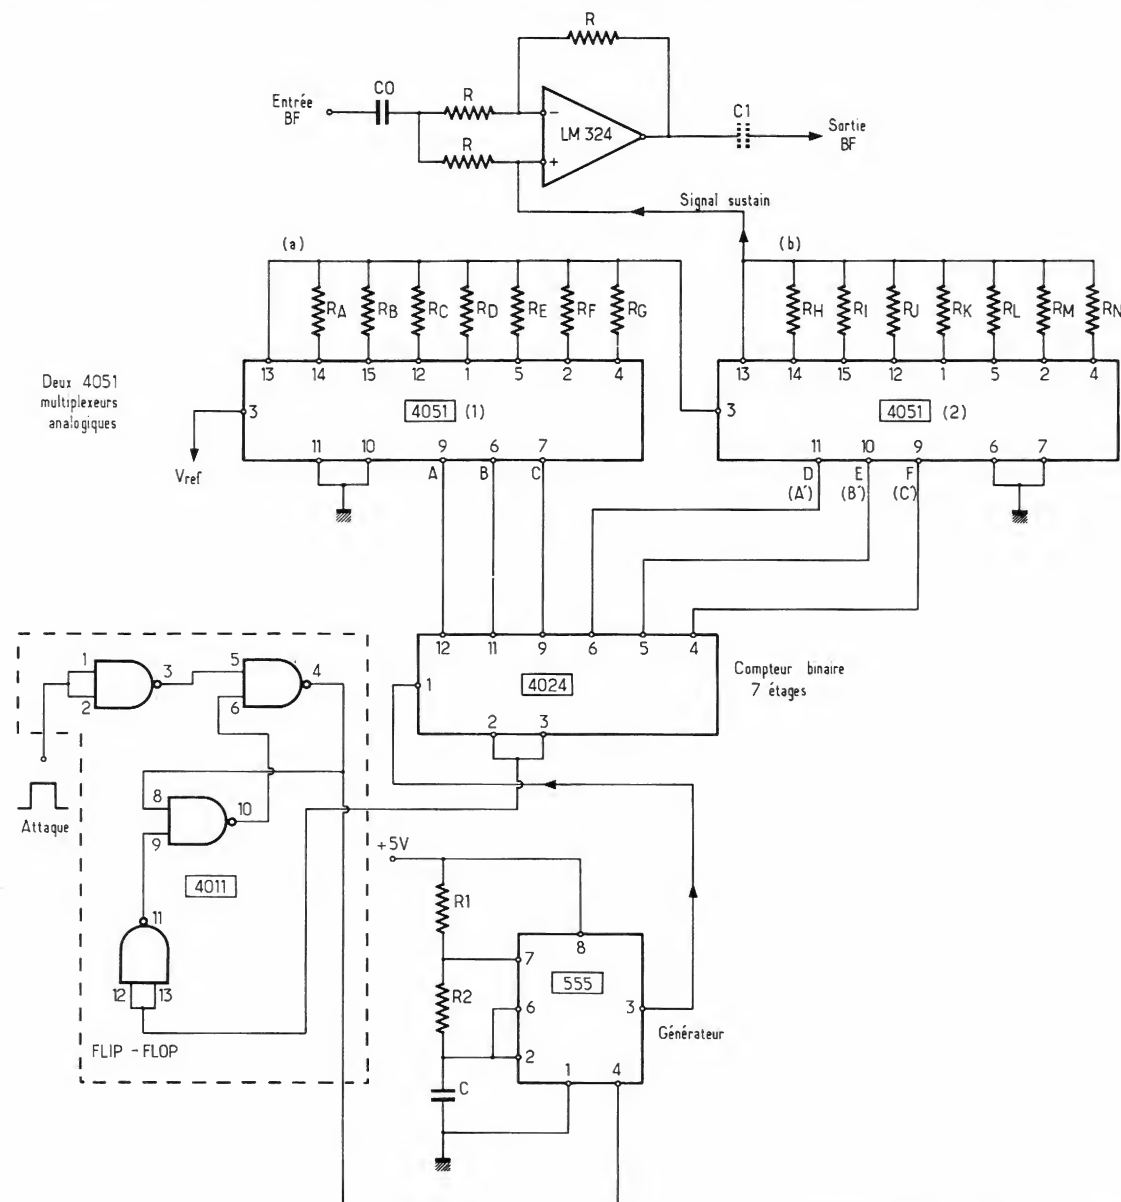

Fig. 1
Voici à la **figure 1** un schéma de générateur d'enveloppe proposé dans Electronics (28 septembre par Ken Dugan). Ce générateur permet de transformer un son d'intensité constante, comme celui d'un carillon, en un son d'intensité variable, comme celui d'une cloche, par exemple. Dans ce cas on pourra régler l'attaque, le maintien et l'extinction du son, selon une enveloppe ayant la forme désirée par l'expérimentateur.
K. Dugan propose le schéma de la **figure 1**. Le 555 est le générateur déterminant la durée totale du signal enveloppe.